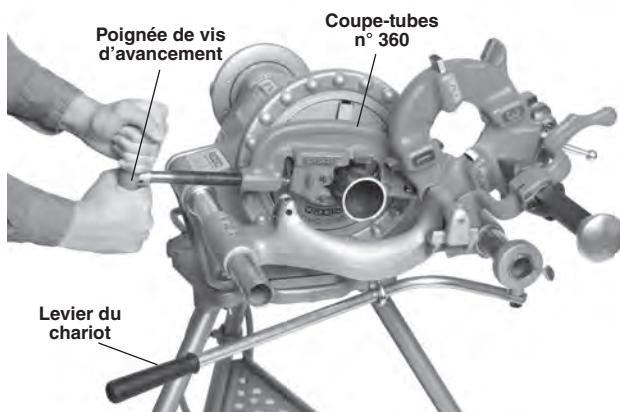

Figure 21 – Utilisation du coupe-tubes n° 360
- Tenez la poignée de la vis d'avancement du coupe-tubes des deux mains (*Figure 21*).